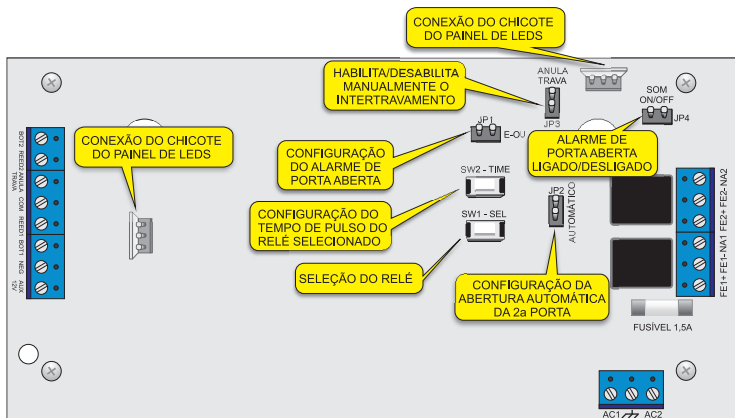

Figura 7
- Manualmente através do jumper JP3 desabilita colocando o jumper. Veja a localização do JP3 na figura 7;
O alarme de porta aberta possui dois tipos de som: Um melódico que toca quando apenas uma das portas está aberta e outro intermitente quando ambas estão abertas. Há também a opção de alarme somente quando ambas as portas estão abertas, ou seja, o alarme só toca nesta situação. Para ligar e desligar este alarme, configure o Jumper JP4. Veja a localização do JP4 na figura 7.
A fonte FNB-RX2 possui a função de abrir automaticamente a 2ª porta ao se fechar a 1ª. Esta função pode ser ativada/desativada através do jumper JP2. Veja a localização do JP2 na figura 7.